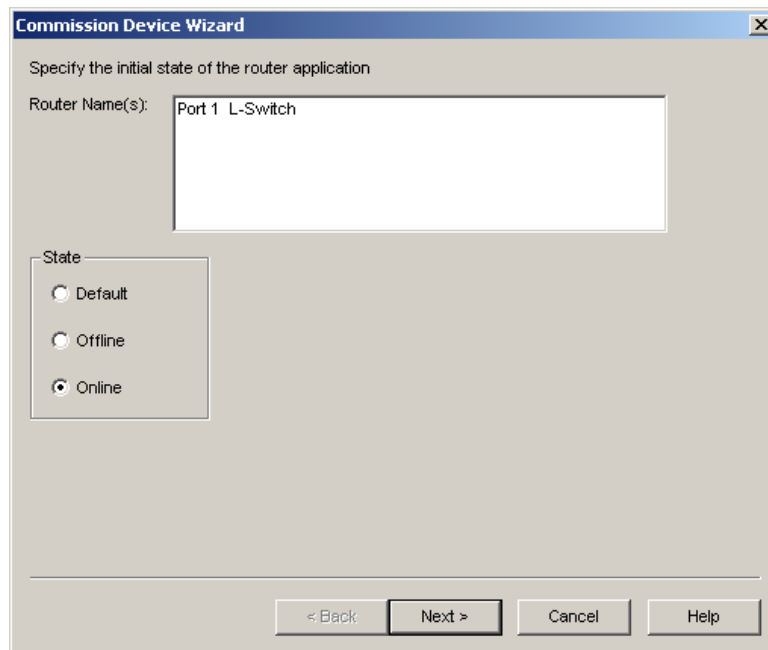

Abbildung 5: Kommissionieren des L-Switch
6. Nun erscheint der Dialog „Commission Device Wizard“. Achten Sie darauf, dass der „State“ auf „Online“ gesetzt ist und klicken Sie auf „Next>“ (siehe Abbildung 5).